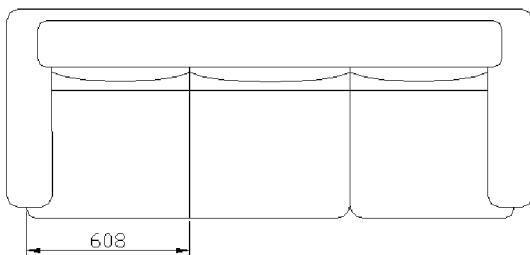

图 3.33 标注基本尺寸
(1) 选择“标注”→“线性”命令,在绘图区单击鼠标左键指定起始点,确认“正交”按钮和“对象捕捉”按钮处于打开状态,标注基本三角形的尺寸,如图 3.33 所示。